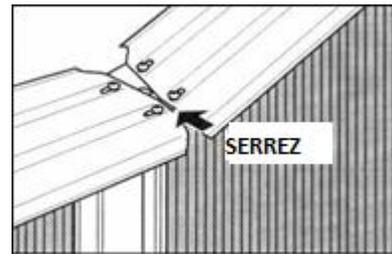

fig. 31
- Formez un cercle parfait et serrez fort la partie supérieure de la paroi vers l'intérieur sur chacune des colonnes. (fig.31). (ceci aide à former un cercle parfait avec la partie inférieure de la paroi)